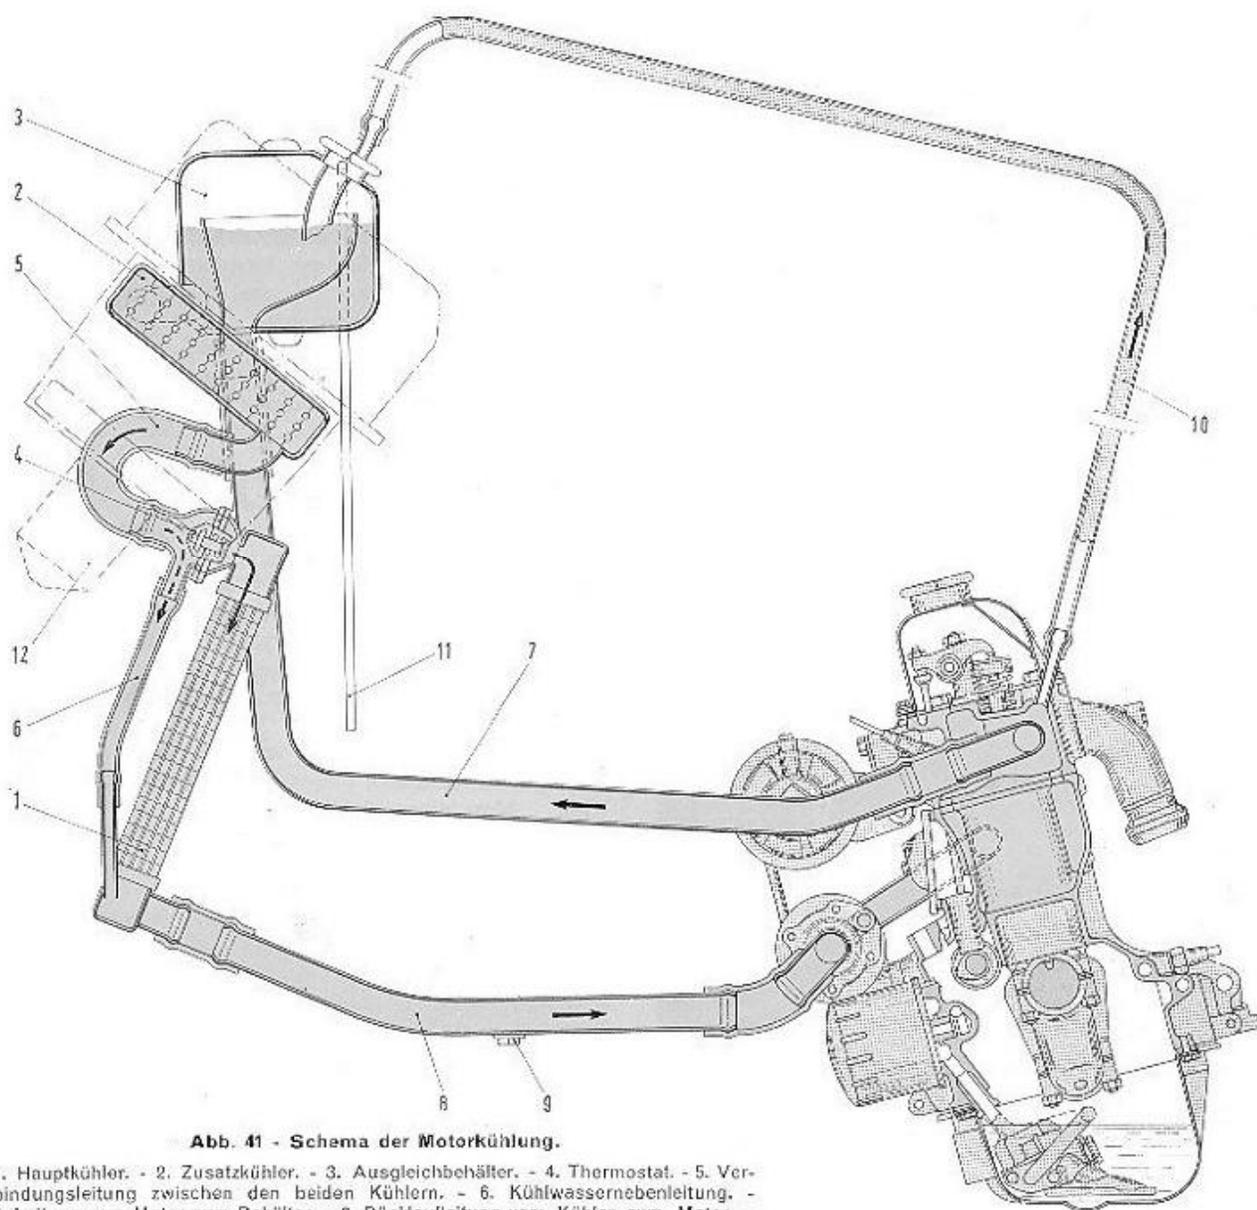

Abb. 41 - Schema der Motorkühlung.
Im Kühlkreislauf befinden sich zwei Kühler (Abbildung 41), und zwar ein Hauptkühler (1) und ein
Die Leitung (10, Abb. 41) ermöglicht den Abzug der Dämpfe im Zylinderkopf zum Behälter. Wenn der Druck im Behälter $0,8 \text{ kg/cm}^2$ erreicht, dann wird der Druck abgelassen durch das Ventil im Verschlussdeckel des Behälters und durch die Leitung (11).
- bei kaltem Motor ist der Thermostat (4, Abb. 41), welches den Kühlfluss in der Hauptleitung (5) unterbricht, vollkommen geschlossen und der Ventilator (12) ist ausgeschaltet; die Kühlflüssigkeit zirkuliert vom Zusatzkühler über die Leitung (5) und die Nebenleitung (6) mit verringertem Durchmesser (By-pass) in das untere Teil des Hauptkühlers und von da aus über die Leitung (8) in den Motor.